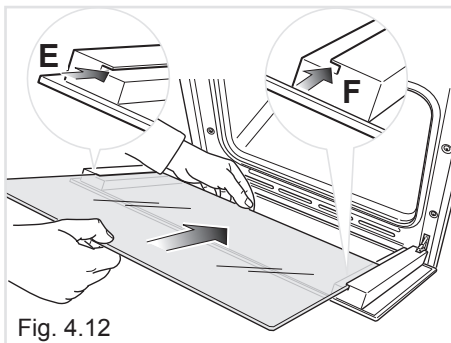
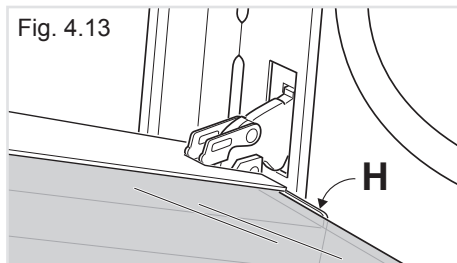

Fig. 4.12
Fig. 4.13
- Inserire il vetro nelle guide “E” ed “F” (fig. 4.12) e farlo scorrere dolcemente fino ai fermi “H” (fig. 4.13).